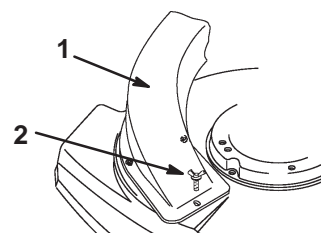

Figure 42
6. Placez les fentes de l'éjecteur sur les deux boulons à épaulement du carter de tondeuse et pivotez l'éjecteur vers la droite pour le bloquer en position (Fig. 42).
7. Fixez l'ensemble avec la vis papillon (Fig. 42).